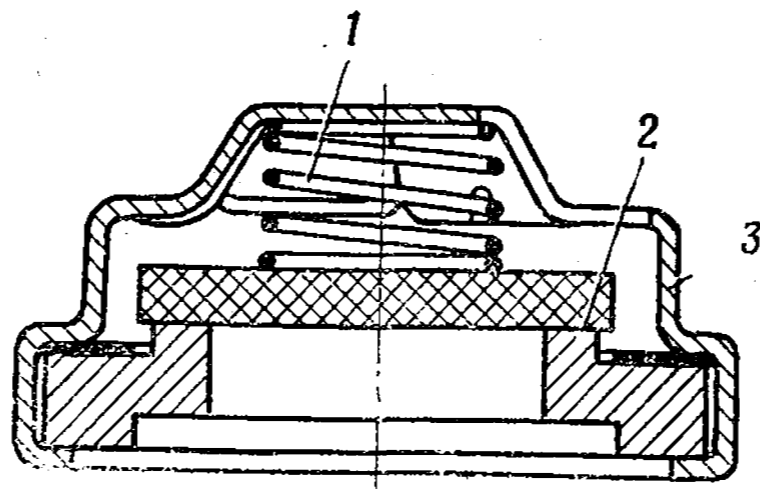

Рис. 71. Клапан топливного насоса
3. Клапан топливного насоса (рис. 71)